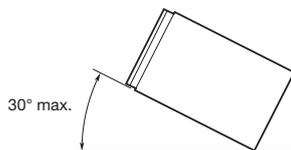

Figure 1
- Installez l'appareil avec une inclinaison d'environ 30°. (Figure 1)